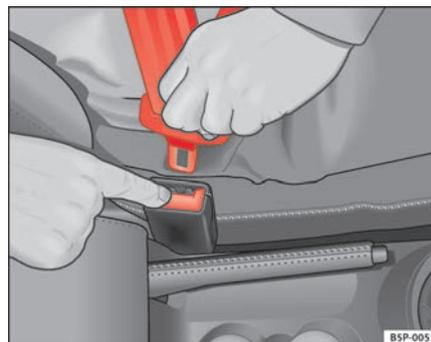

Fig. 15 Libération du pêne du boîtier de verrouillage
- Appuyez sur la touche rouge intégrée au boîtier de verrouillage ⇒ page 27, fig. 15. Le pêne est alors libéré ⇒ ⚠.